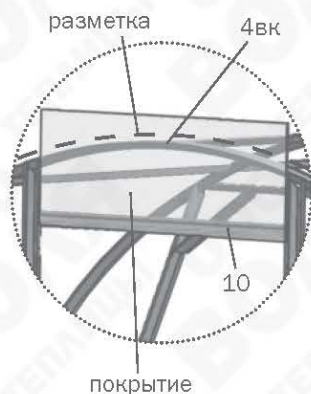

Рис. 17
2. Куски покрытия «коньковой панели», находящиеся над дверью, вырезаются по месту установки из оставшихся кусков поликарбоната. Разметьте покрытие по деталям **4вк** с припуском, совмещая нижний край листа с нижним краем детали **10** (рис.17).